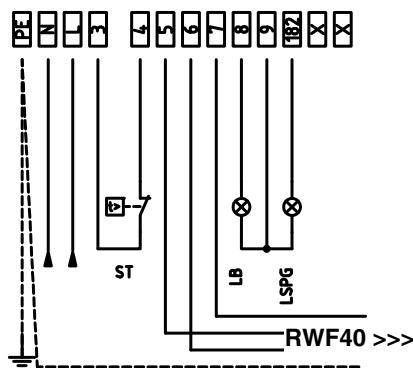

Рис. 27: Модулирующие горелки
3). В случае с модулирующими горелками, клеммы 5,6 и 7 клеммника МА горелки уже подсоединены с модулирующему регулятору (мод. RWF 40). С электрошита выходит 4-х полюсная вилка, предназначенная для подключения датчика температуры или давления (см. Рис. 27)